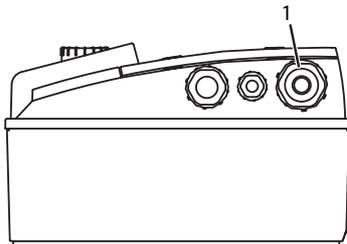

Fig. 18: Prensaestopas M25
- La conexión eléctrica debe realizarse con un cable de alimentación eléctrica tendido de forma fija (sección mín.  $4 \times 1,5 \text{ mm}^2$ , máx.  $4 \times 4 \text{ mm}^2$ ) provisto de un conector o un interruptor para todos los polos con al menos 3 mm de ancho de contacto. Se ha de guiar el cable de alimentación eléctrica a través del prensaestopas M25 (Fig. 18, pos. 1).